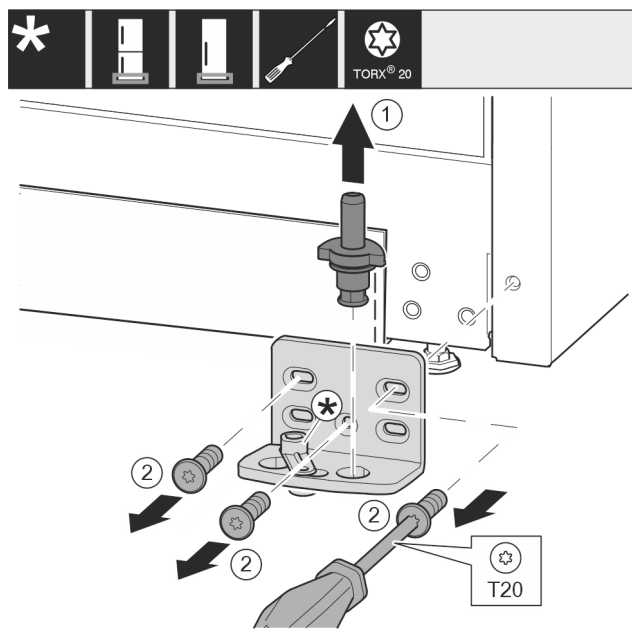

Fig. 12
- Extraiga el perno del cojinete Fig. 12 (1) por completo hacia arriba.
- Desatornille los tornillos Fig. 12 (2) con un destornillador y retire el soporte del cojinete.